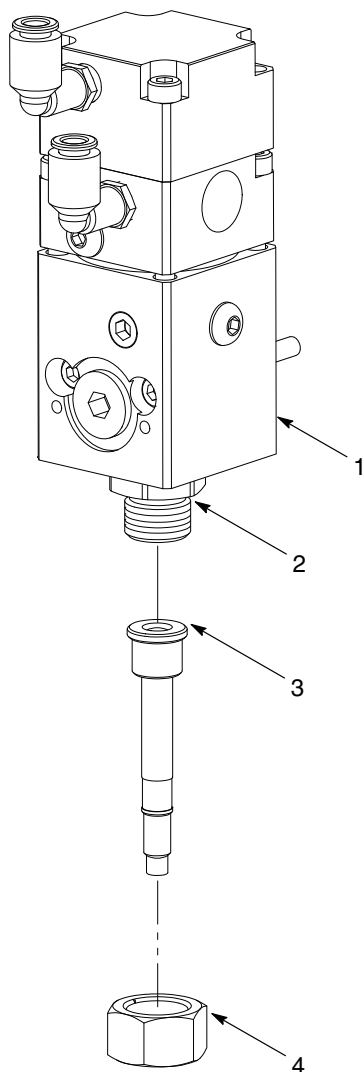

Рис. 7 Монтаж типового сопла
1. См. рис. 7. Смазать резьбу (2) дозирующего клапана (1) смазочным материалом, совместимым с наносимым материалом.
2. Смонтировать сопло (3), используя гайку сопла (4). Надежно затянуть гайку сопла.
4. См. рис. 7. Аккуратно отвернуть гайку (4) и снять сопло (3) с дозирующего клапана (1). Промыть резьбу (2) сопла и дозирующего клапана совместимым растворителем.